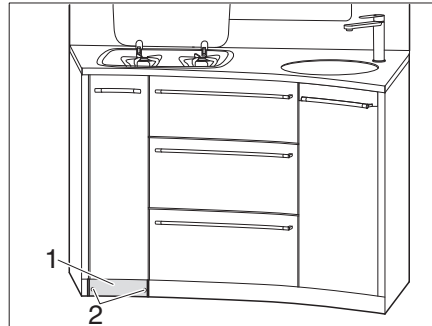

Fig. 125 Dévisser le socle
- Dévisser les 2 vis (Fig. 125,2) sur le socle (Fig. 125,1).
- Retirer le socle (Fig. 125,1).